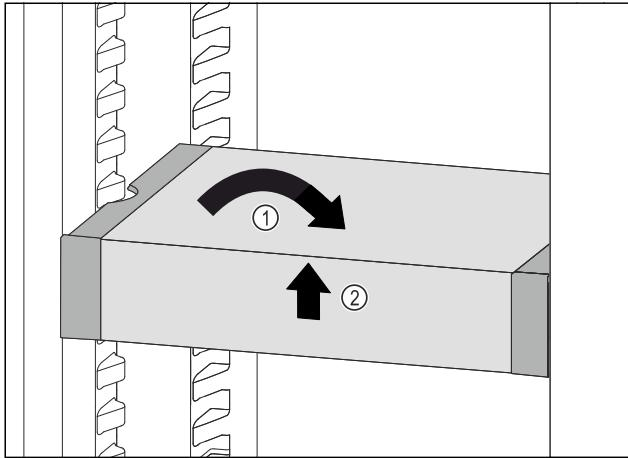

Fig. 89
- Вирівняти VarioSafe. Fig. 89 (1)
- Підняти VarioSafe спереду. Fig. 89 (2)